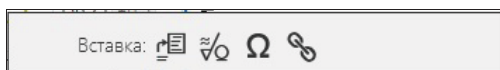

Рис. 12.14. Пользовательское меню Вставка
- **Способ 2.** Щелкните ПК мыши в окне **Текст** до ввода значения. Появилось пользовательское меню **Вставка** (рис. 12.14), в котором предлагаются следующие вставки: **Типовой текст...**, **Спецзнак...**, **Символ...**, **Ссылка...**;